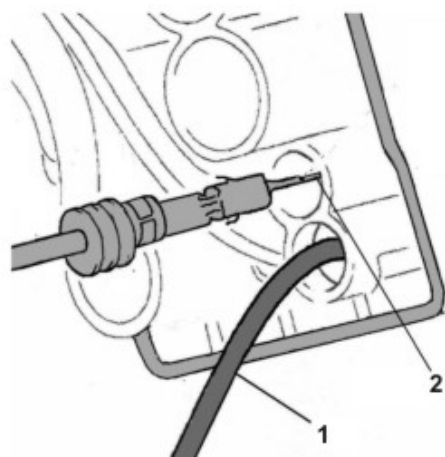

Figura 5.
16. Montare il terminale del cavo nero/bianco proveniente dalla spina di cablaggio XE1 (camera 44) nella spina del cablaggio X26 ed il terminale del cavo marrone, quindi montare il fermo (Figura 5).
**(Kabel 1, Figura 5)**
**(Kabel 2, Figura 5)**